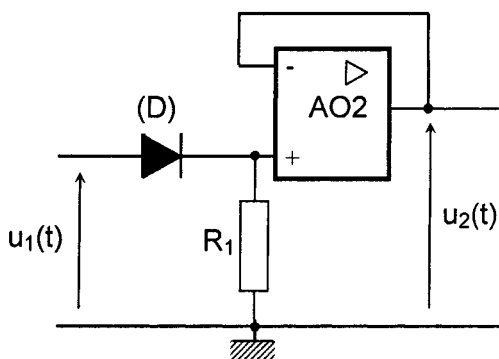

Figure 10
Le montage représenté sur la figure 10 est destiné à mettre en forme la tension $u_1(t)$ délivrée par le circuit précédent. Il comprend un amplificateur opérationnel idéal (AO2) en régime linéaire et une diode (D) idéale.